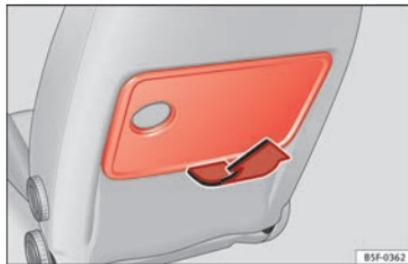

Fig. 155 Asiento delantero izquierdo: mesita plegable.
– Para utilizar la mesita levántela hacia arriba en la dirección de la flecha » fig. 155.